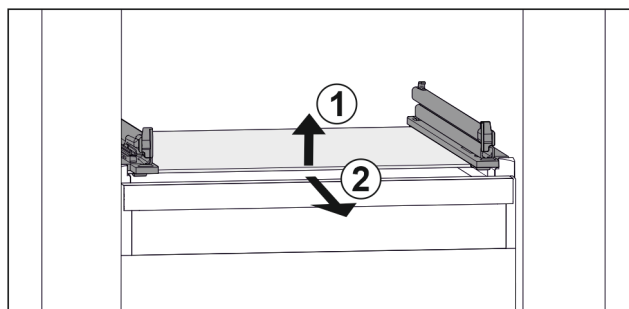

Fig. 65 Eksempel på fremstilling av glassplaten
- ▶ Løft opp glassplaten foran. Fig. 65 (1)
- ▶ Ta ut glassplaten fremover. Fig. 65 (2)